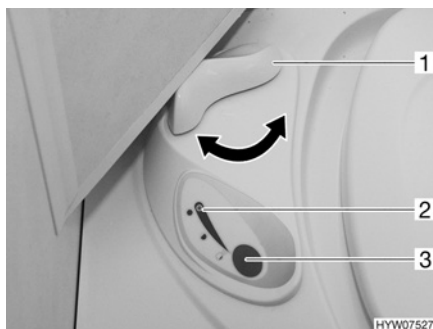

Bild 116 Bedieneinheit Thetford-Toilette
- Vor dem Spülen den Schieber der Thetford-Toilette öffnen. Dazu den Schieberhebel (Bild 116,1) entgegen dem Uhrzeigersinn drehen.
- Zum Spülen den blauen Spülknopf (Bild 116,3) drücken.
- Nach dem Spülen den Schieber schließen. Dazu den Schieberhebel (Bild 116,1) im Uhrzeigersinn drehen.
Die Kontroll-Leuchte (Bild 116,2) leuchtet, wenn die Thetford-Kassette entleert werden muss.
- Den Schieberhebel (Bild 116,1) im Uhrzeigersinn drehen. Der Schieber wird geschlossen. Zum Entleeren **muss** in der Thetford-Toilette der Schieber geschlossen sein.